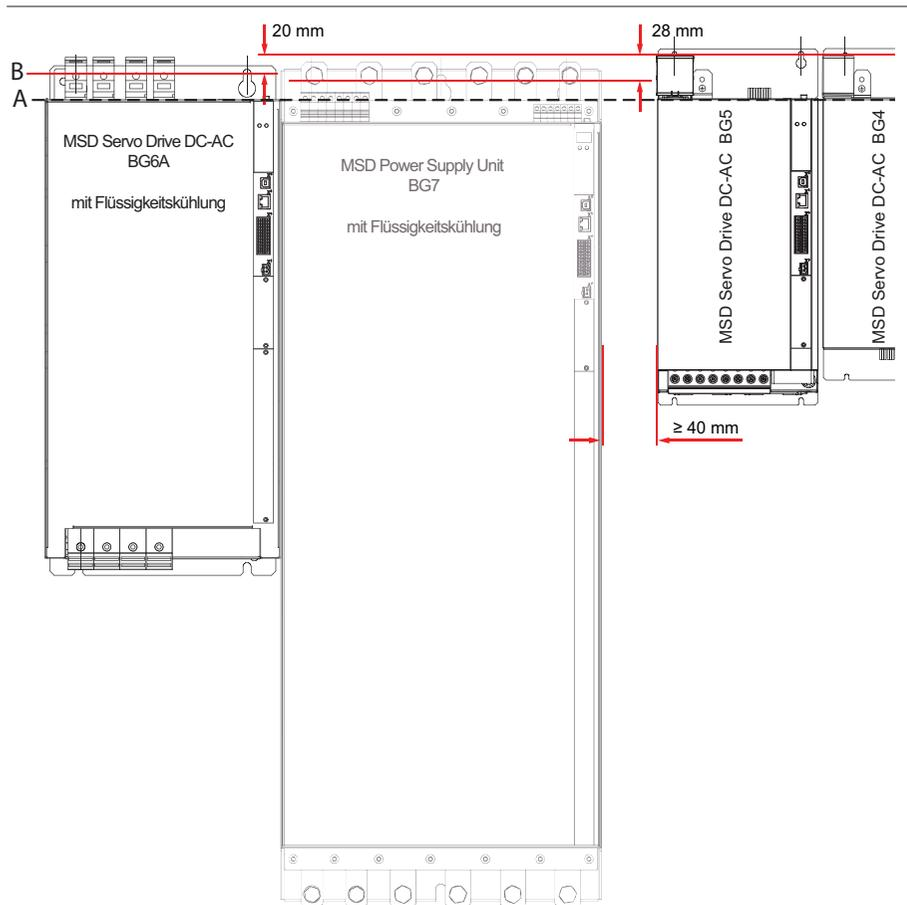

Bild 3.14 Ausrichtung DC-AC Servoregler an Versorgungseinheit BG7 (Beispiel)
- Richten Sie alle DC-AC Servoregler und die Versorgungseinheit BG7 auf einer Linie entlang der Geräte-Oberkante (siehe Linie A in Bild 3.14) aus. Versetzen Sie die Montagebohrungen der Versorgungseinheit BG7 um ca.28 mm und die des DC-AC Servoregler BG6A um ca. 20 mm nach unten (siehe rote Linie B in Bild 3.14). Zusätzlich muss seitlich (im Bild rechts der Versorgungseinheit BG7) ein Abstand von ≥ 40 mm eingehalten werden. Das ist notwendig, um die DC-Link Verbindung durchführen zu können.